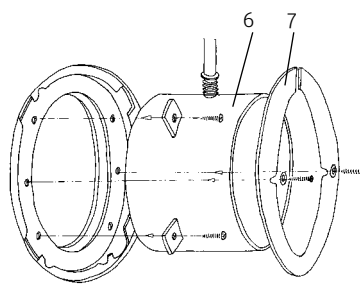
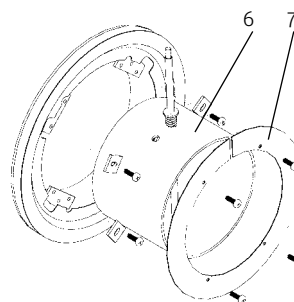

Fig. 20 Montage de la tubulure de gaz de fumées – VestoWIN Klassik 170
Fig. 22 Montage de la tubulure de gaz de fumées – VestoWIN Klassik 220
- Visser la tubulure de gaz de fumées [6], fournie dans le compartiment de remplissage, à l'aide de 4 vis. Un cordon d'étanchéité n'est pas nécessaire au niveau de la tubulure de gaz de fumées. La bague terminale [7] – accessoire : VESTO 009 – peut être commandée et montée ultérieurement si nécessaire – Fig. 20, Fig. 22.